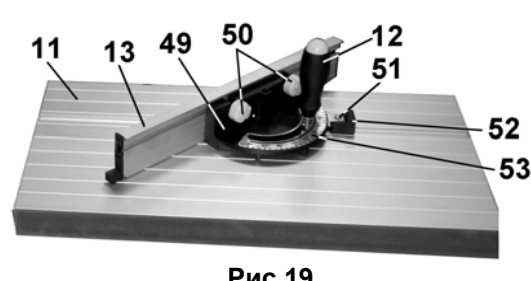

Рис.19
9.7. Упор для косо́го и поперечного пиления (Рис. 19)